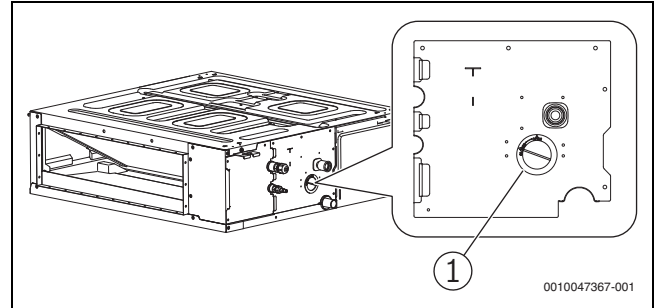

Bild 29
- Testkappe abnehmen (→ Abb. 29). Die Kappe am Gerätegehäuse muss während des Ablauftests abgeschraubt sein, um zu prüfen, ob die Kondensatpumpe einschaltet und ob ein Problem mit der Kondensatpumpe vorliegt.